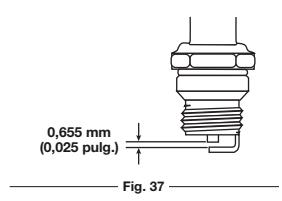

Fig. 37
- Apague el motor y espere que se enfrie. Utilizando un destornillador de cabeza plana o Torx T-25, quite los dos (2) tornillos en la parte posterior de la cubierta del motor y el que se encuentra en la parte delantera de la cubierta del motor (Fig. 37).
- Cambie las bujías que estén rajadas, sucias o deterioradas. Fije la separación de aire a 0,635 mm (0,025 pulgadas) utilizando un calibrador (Fig. 37).